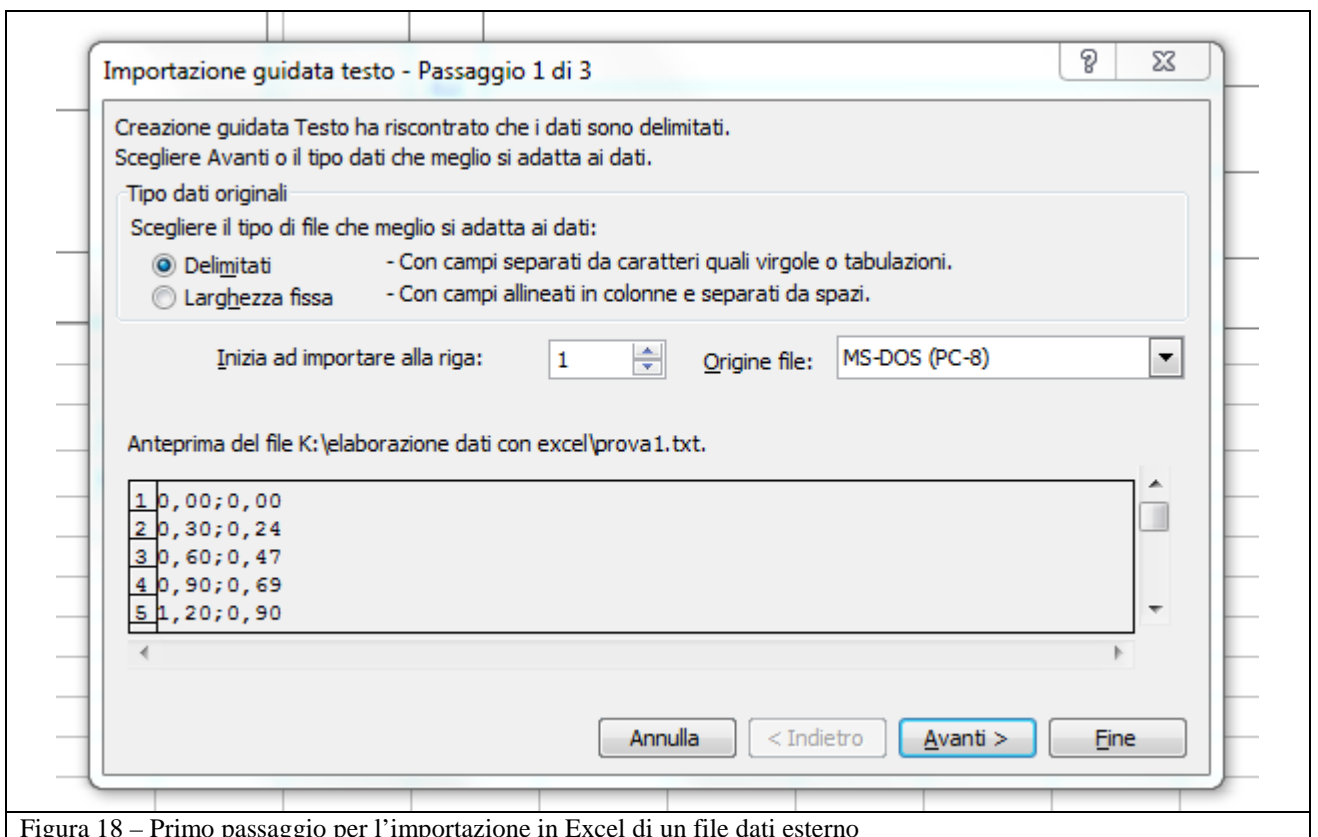

Figura 18 – Primo passaggio per l’importazione in Excel di un file dati esterno
- Appare la maschera di figura 18. Accertarsi che sia selezionato “Delimitati” e cliccare su Avanti>.